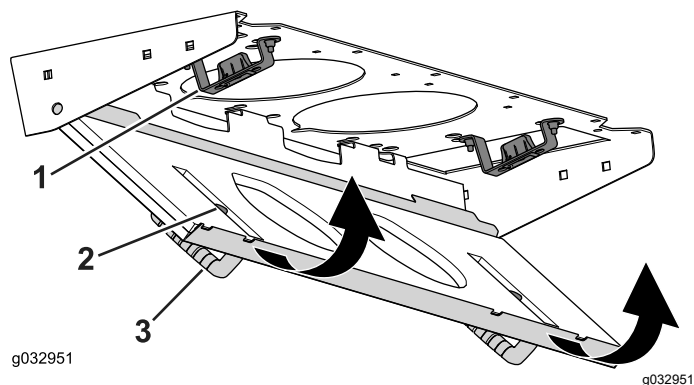

Figure 85
4. Faites pivoter le filtre sur les languettes jusqu'à ce que le pêne s'enclenche dans la gâche (Figure 85).